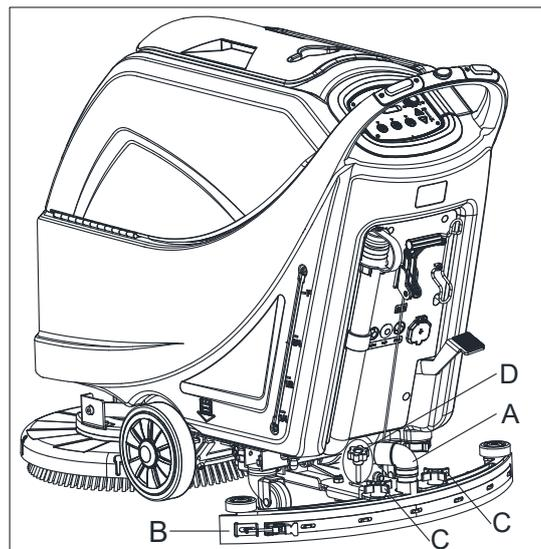
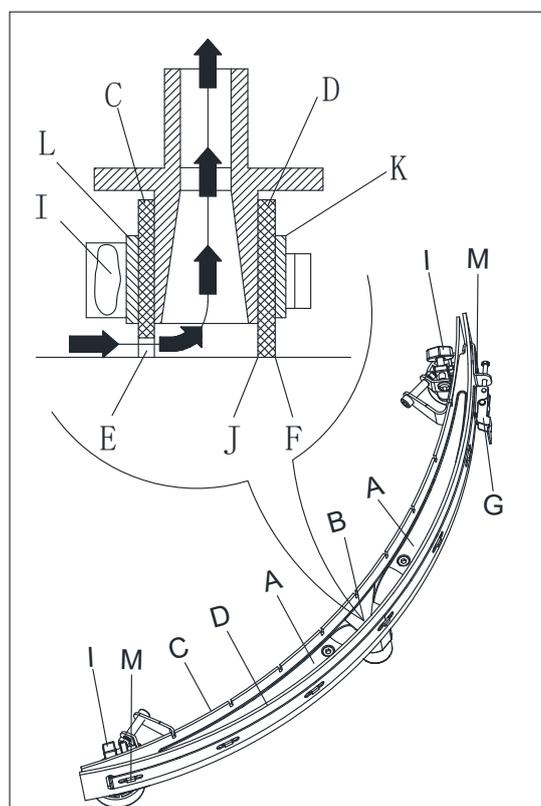

Abbildung 19
Abbildung 20
2. Überprüfen Sie, dass die Kanten (E, Abb. 20) des vorderen Blatts (C) und die Kanten (F) des hinteren Blatts (D) auf gleicher Ebene liegen, entlang ihrer Länge. Passen Sie deren Höhe nach dem folgenden Verfahren an, falls erforderlich:
- Entfernen Sie die Verbindungsstange (G), lösen Sie die Befestigungselemente (M) und passen Sie das hintere Blatt (D) an, dann legen Sie die Befestigungselemente (M) ein und installieren Sie die Verbindungsstange (G).
- Lösen Sie die Knöpfe (I) und passen das vordere Blatt (C) an. Ziehen Sie dann die Knöpfe fest an.
3. Überprüfen Sie das vordere Blatt (C) und das hintere Blatt (D) auf Verschleiß, Schnitte und Risse. Ersetzen sie diese nach folgender Vorgehensweise, falls erforderlich. Überprüfen Sie, ob die vordere Kante (J) des hinteren Blatts (D) nicht abgenutzt ist. Drehen Sie die Klinge um, um die abgenutzte Kante mit einer ganzheitlich abschließenden zu ersetzen, falls erforderlich. Falls die anderen Kanten ebenfalls abgenutzt sind, ersetzen Sie das Blatt nach der folgenden Vorgehensweise:
- Entfernen Sie die Verbindungsstange (G), lösen Sie die Befestigungselemente (M) und entfernen Sie die Halteleiste (K), ersetzen/kippen Sie dann das hintere Blatt (D). Montieren Sie das Blatt in umgekehrter Reihenfolge der Demontage.
- Schrauben Sie die Knöpfe (I) ab und entfernen die Halteleiste (L), ersetzen Sie dann die vordere Klinge (C). Montieren Sie das Blatt in umgekehrter Reihenfolge der Demontage. Nach dem Blattwechsel (oder Umkippen), passen Sie die Höhe an, wie im vorherigen Schritt gezeigt.
4. Verbinden Sie den Vakuumschlauch (A, Abb. 19) mit dem Gummiabzieher.
5. Installieren Sie den Gummiabzieher (B) und verschrauben Sie die Knöpfe (C).
6. Falls erforderlich, passen Sie den Balance-Einstellknopf des Gummiabziehers (D) an.